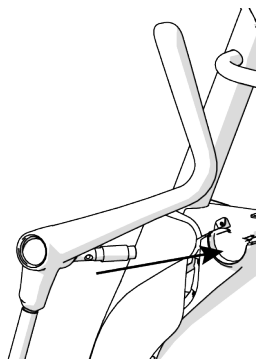

Рисунок 12
1. Вставьте вал подвижного рычага в центральную часть рамы и выровняйте предварительно установленные стопорные винты **3** относительно вала (см. рисунок 12). Полностью затяните все винты, включая предварительно установленные (крутящий момент=34 ньютон-метра).